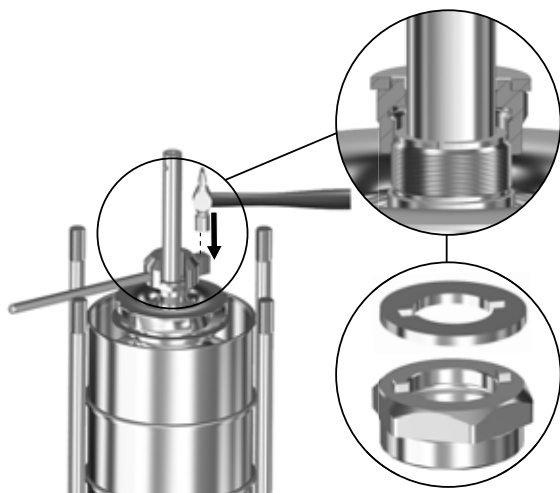

Рис. 25 Снятие рабочего колеса (49 или 49a) с помощью приспособления Q
6. **Для насосов с диаметром вала $\varnothing 28$ или $\varnothing 38$:** установите приспособление М сверху гайки для цанги (48) и молотком ударяйте по приспособлению Q, установленному на гайке для цанги (48), чтобы высвободить рабочее колесо (49 или 49a) из цанги (49b). См. рис. 25.